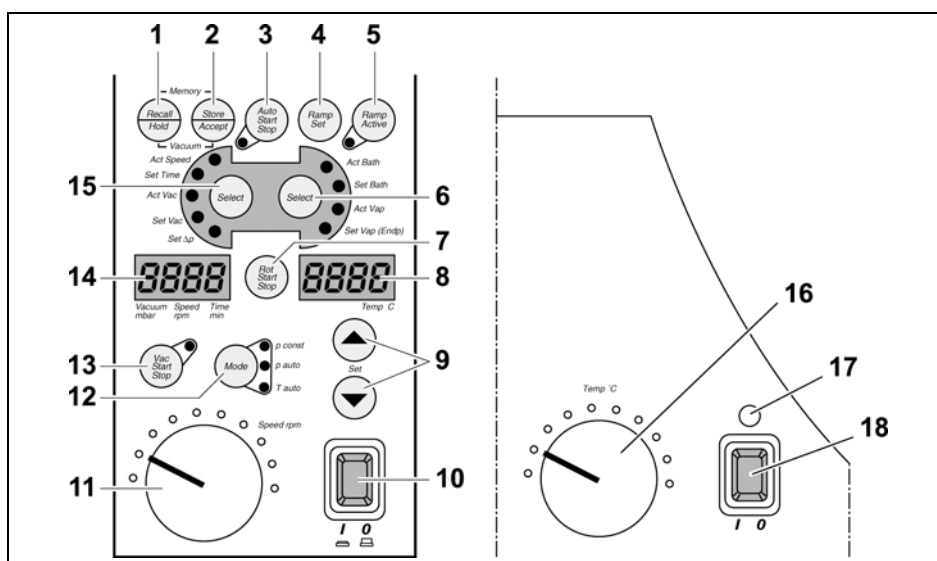

Figura 6-1: Quadro di comando strumento base / bagno di riscaldamento
- ✓ L'evaporatore rotante è pronto per il funzionamento ed è collegato all'interruttore principale dello strumento base (Figura 6-1 (10)).
In caso di temperature nominali superiori a 100 °C, viene visualizzata per un secondo nel display (Figura 6-1 (8)) l'avvertenza: **OIL**.
1. Mettere in funzione il bagno di riscaldamento attivando l'interruttore principale per il bagno di riscaldamento (Figura 6-1 (18)).
L'interruttore principale del bagno di riscaldamento (Figura 6-1 (18)) si illumina di colore verde.
2. Mediante la manopola bagno di riscaldamento (Figura 6-1 (16)) impostare la temperatura ad un valore di almeno 20 °C superiore alla temperatura nominale.
3. Premere il tasto **Select** (Figura 6-1 (6)) finché il LED **Set Bath** non si illumina.
4. Impostare il valore nominale mediante i tasti freccia (Figura 6-1 (9)).
Nel display (Figura 6-1 (8)) viene visualizzata la temperatura nominale. Dopo 5 secondi compare nel display il valore effettivo attuale, il LED **Act Bath** si illumina.
La spia luminosa di colore giallo del bagno di riscaldamento (Figura 6-1 (17)) mediante l'interruttore principale del bagno di riscaldamento (Figura 6-1 (18)) indica che il bagno di riscaldamento si trova nella fase di riscaldamento.
- ➔ Premere il tasto **Select** (Figura 6-1 (6)) finché il LED **Act Vap** non si illumina.
Nel display (Figura 6-1 (8)) viene visualizzata la temperatura di ebollizione.
- Premere il tasto **Vac Start Stop** (Figura 6-1 (13)).
Il LED accanto al tasto **Vac Start Stop** (Figura 6-1 (13)) si illumina all'accensione.
Una rinnovata pressione del tasto **Vac Start Stop** (Figura 6-1 (13)) disattiverà nell'apparecchiatura la regolazione del vuoto.
Con il ROTAVAC vario control l'impostazione di un valore per Δp risulta superflua. Nel display (Figura 6-1 (14)) viene visualizzato in **Set Δp : ----**. La regolazione del vuoto avviene per mezzo del numero di giri della pompa.
1. Premere il tasto **Mode** (Figura 6-1 (12)) finché il LED **Mode p const** non si illumina
2. Premere il tasto **Select** (Figura 6-1 (15)) finché il LED **Set Vac** non si illumina.
3. Con i tasti freccia (Figura 6-1 (9)) impostare il valore del vuoto nominale desiderato.
Il valore del vuoto nominale viene visualizzato nel display (Figura 6-1 (14)).
4. Premere il tasto **Select** (Figura 6-1 (15)) finché il LED **Set Δp** non si illumina.
5. Mediante i tasti freccia (Figura 6-1 (9)) impostare il valore desiderato per il campo di intervento (isteresi) Δp .
1. Premere il tasto **Mode** (Figura 6-1 (12)) finché il LED **Mode T auto** non si illumina.
2. Premere il tasto **Select** (Figura 6-1 (6)) finché il LED **Act Vap** non si illumina.
4. Premere il tasto **Select** (Figura 6-1 (6)) finché il LED **Set Vap** non si illumina.
5. Con i tasti freccia (Figura 6-1 (9)) impostare la temperatura nominale desiderata.
La temperatura nominale viene visualizzata nel display (Figura 6-1 (8)).
Dopo cinque secondi compare la dicitura **Endp** nel display (Figura 6-1 (14)).
6. Mediante i tasti freccia impostare (Figura 6-1 (9)) la pressione finale desiderata, dopo di cui la distillazione dev'essere interrotta.
La pressione finale impostata compare nel display (Figura 6-1 (8)).